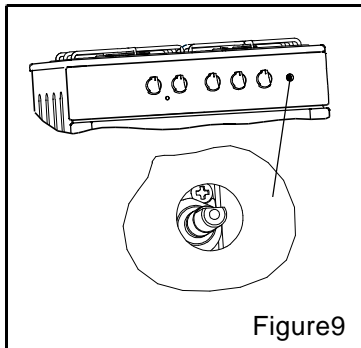

Figure9
- A l'aide d'un tournevis très fin, vissez ou dévissez la vis de réglage, afin que la flamme du brûleur soit correctement le minimum (Figure 9).